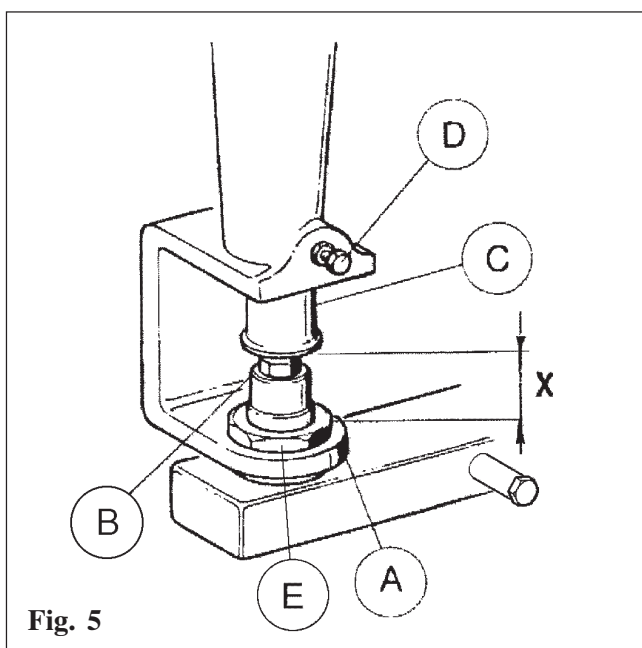

Fig. 5
F - Bruciatore (Fig. 5)
- Svitare il dado (Fig. 5 pos. E)